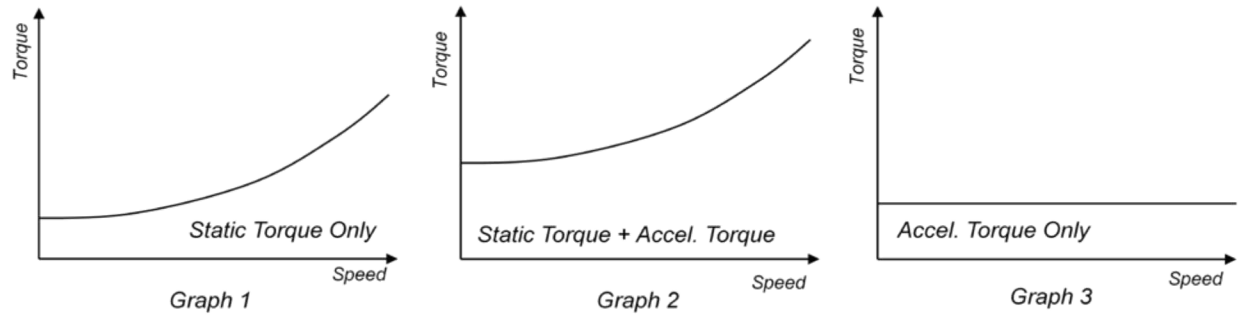

图 11-17. 平均电机转矩读数
3. 将电机加速至低速状态并使其能够保持稳定（以使惯性转矩为零）。然后读取平均电机转矩（图 11-17）。